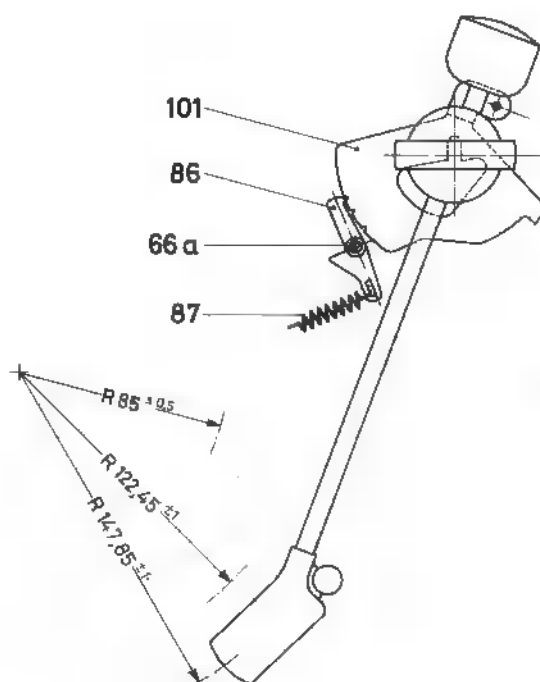

Abb. 10
## RASTKLINKE (siehe Abb. 10 a)
## DÄMPFUNGSSCHEIBEN (siehe Abb. 10 b)
**Abb. 10 b**